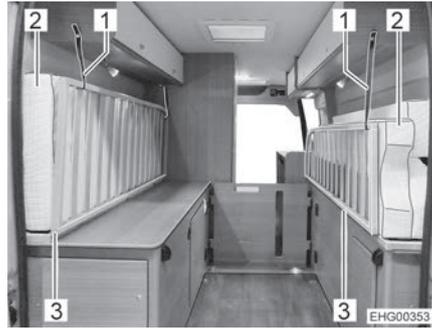

Fig. 37 Colchones y somieres (posición de transporte)
- Plegar los colchones (con plancha central y traviesa) al lado derecho y al lado izquierdo, véase Fig. 37.
- Plegar ambos somieres (Fig. 37,3) hacia arriba.
- Retener los colchones (Fig. 37,2) y el somier con el cinturón de retención (Fig. 37,1).